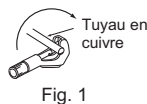

Fig. 1
- 1) Coupez correctement le tuyau en cuivre avec un coupe-tuyaux. (Fig. 1, 2)